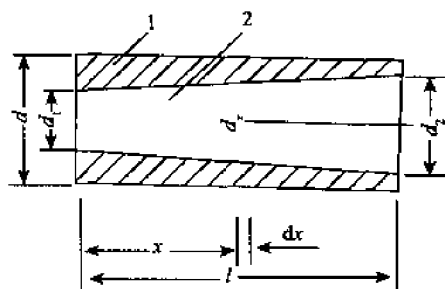

图 3-23
2. 两端直径为 $d_1=40\text{mm}$, $d_2=80\text{mm}$, 长度为 $l=1\text{m}$ 的锥形圆杆, 与外径 $d=120\text{mm}$ 、中间具有相同圆锥形孔的空心圆杆配合, 构成组合轴, 如图 3-23 所示。组合轴受力偶矩 $m=5\text{kN}\cdot\text{m}$ 作用。设两杆接触面黏牢不发生相对转动, 并且两杆的剪切弹性模量之比 $G_1/G_2=1/2$, 试求实心锥形圆杆内的最大剪应力。